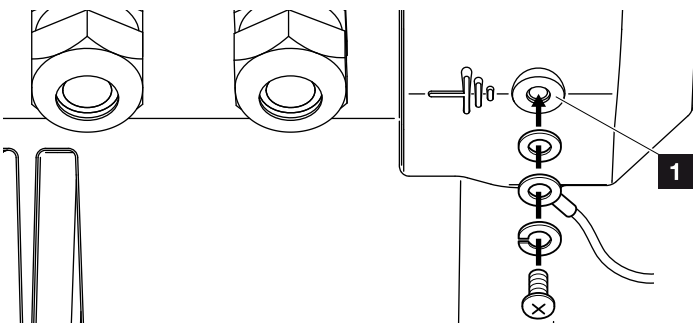

Abb. 33: Länderspezifischer PE-Anschluss
9. In Ländern, in denen ein zweiter PE-Anschluss vorgeschrieben ist, diesen an der gekennzeichneten Stelle des Gehäuses mit dem vorgegebenen Drehmoment von 3 Nm (M6) anschließen. **☑** **Abb. 33, Pos. 1**